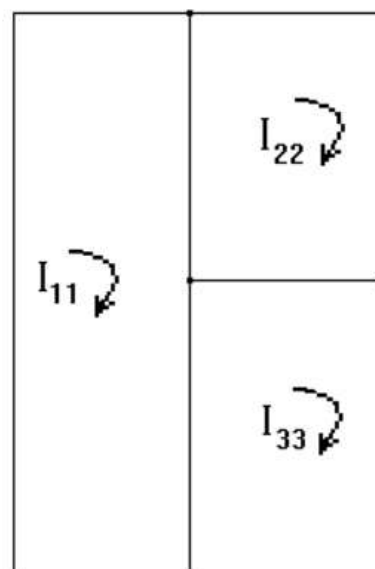

рис.3
2. Уравнения, составленные по законам Кирхгофа. Выберем и обозначим положительные направления токов в ветвях и совокупность независимых контуров I, II, III (см. рис.3). Уравнения по первому закону Кирхгофа:
Выберем контурные токи так, как показано на рис.3, выпишем и подсчитаем значение коэффициентов системы (1):